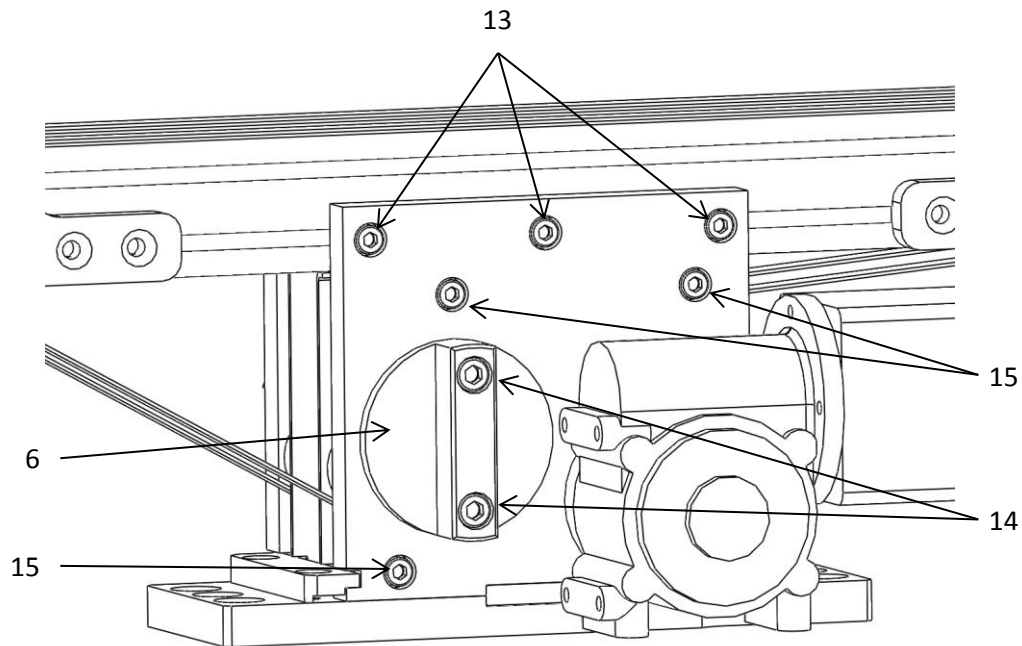

Abb. 7 Transportbandposition / Gurtspannung einstellen
- Innensechskantschrauben (Pos. 15, vergl. Abb. 7, Seite 15) an Trägerplatte entfernen (4 mm Sechskantschlüssel) und Schutzblech abnehmen.
- Innensechskantschrauben (Pos. 17, vergl. Abb. 7) an Spannscheibe (Pos. 6, vergl. Abb. 7) lösen (5 mm Sechskantschlüssel) und im Uhrzeigersinn drehen. Gurt entfernen.
- Innensechskantschrauben (Pos. 15, vergl. Abb. 7, Seite 14) an Trägerplatte entfernen (4 mm Sechskantschlüssel) und Schutzblech abnehmen.
- Innensechskantschrauben (Pos. 15, vergl. Abb. 7) an Trägerplatte entfernen (4 mm Sechskantschlüssel) und Schutzblech abnehmen.
- Innensechskantschrauben (Pos. 14, vergl. Abb. 7) an Spannscheibe (Pos. 6) lösen (5 mm Sechskantschlüssel) und im Uhrzeigersinn drehen. Gurt entfernen.